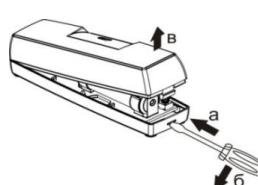

Рисунок 5
8.1.4 Вариант размещения извещателя для блокировки **металлической двери** (рисунок 5).